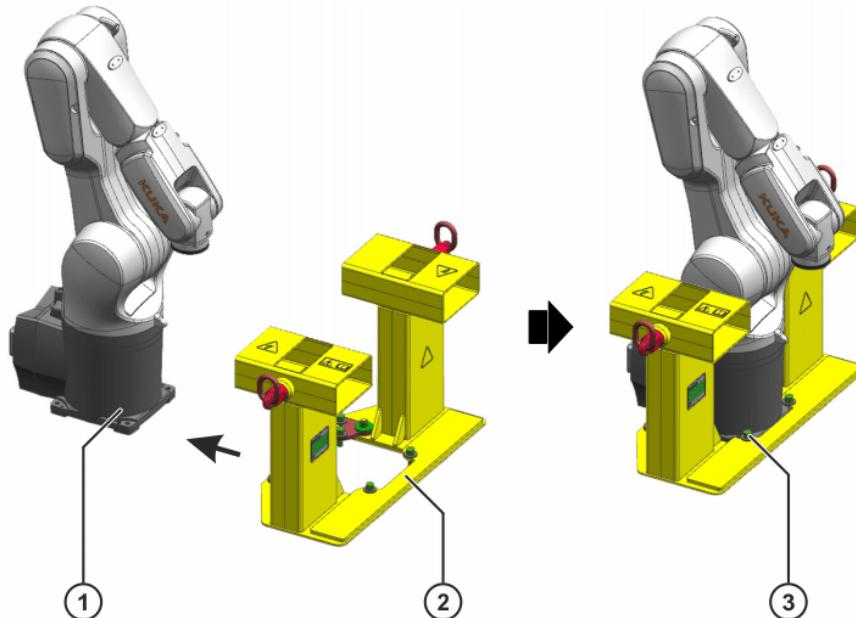

Abb. 8-13: Lastaufnahmemittel aufschieben und vorn befestigen
3. Lastaufnahmemittel von vorn auf das Grundgestell des Roboters vorsichtig aufschieben (>>> Abb. 8-13).